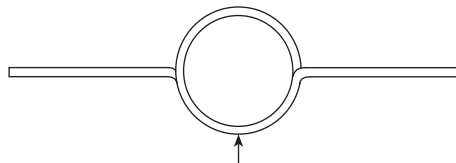
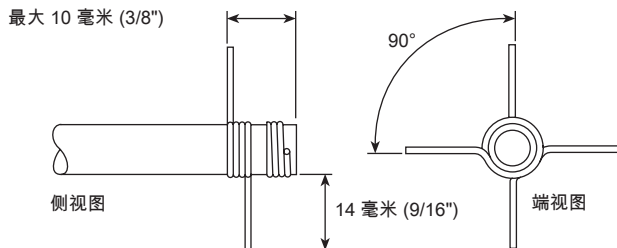

图 11 检查电线
图 12 检查电线
2. 取下探针 (如果已安装), 将一对检查线 (见图 11 和图 12) 安装在探针端部, 与探针呈 90° 90°, 最大距离为 10 毫米 (3/8 英寸)。3/8" 见图 11 和 12。